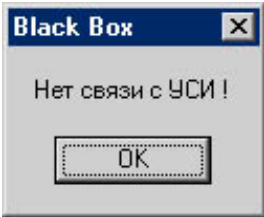

Рисунок 4
3.6 В случае если порт ПК выбран неверно, либо отсутствует питание на устройстве УСИ-1, появится сообщение НЕТ СВЯЗИ С УСИ! (рисунок 4).